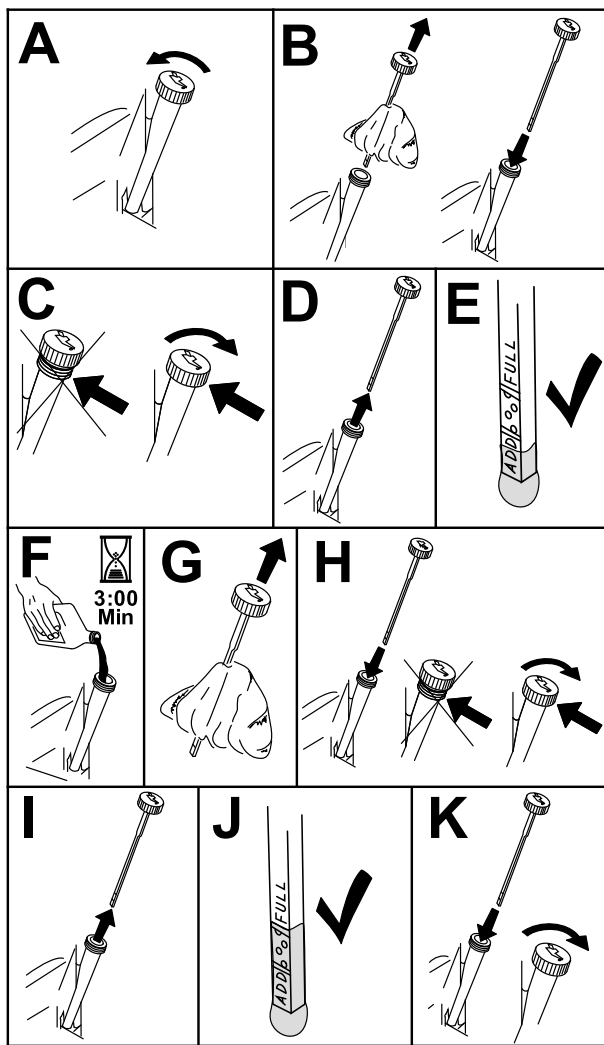

Figura 44
3. Para que no entre suciedad, recortes de hierba, etc., en el motor, limpie la zona alrededor del tapón de llenado/varilla de aceite antes de retirarlo (Figura 44).